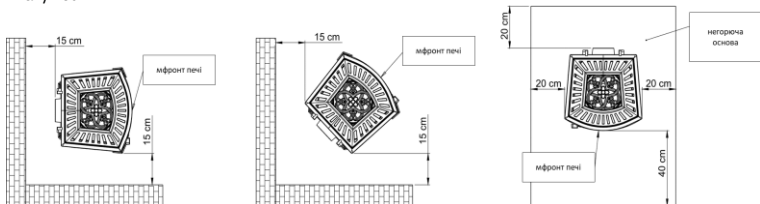

рис. 2. Безпечна відстань від печі до негорючих частин.
- встановити її на негорючій основі, яка розмірами більша за піч мін. на 0,4 м від передньої частини печі і мін. 0,2 м, від бокових частин і ззаду печі (див. рис. 2),
- рекомендована відстань від негорючих частин - не менше 15 см (рис. 2).